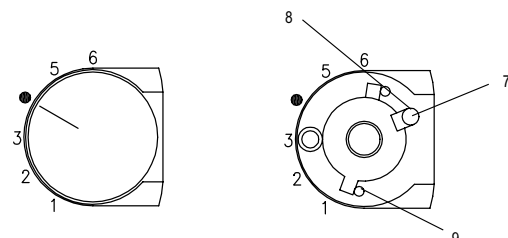

Bild 1 – Figure 1
2.4 Begrenzung des Einstellbereichs (s. Bild 1)
2.4 Limiting the setting range (see Figure 1)